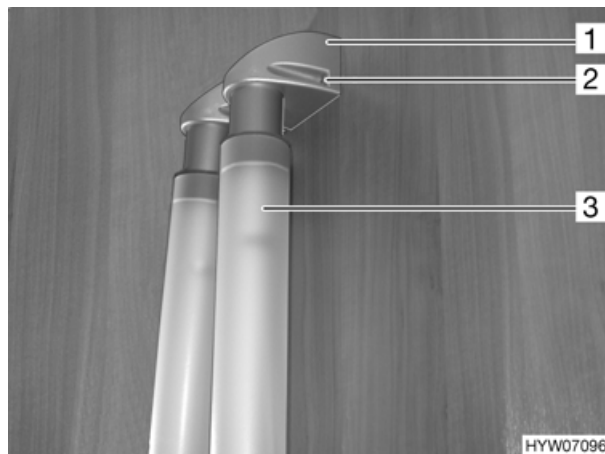

Fig. 69 Illuminazione del vano WC
- Svitare i bulloni (Fig. 69,2).
- Rimuovere lo zoccolo (Fig. 69,1).
- Estrarre il vetro della luce (Fig. 69,3) tirandolo verso l'alto.